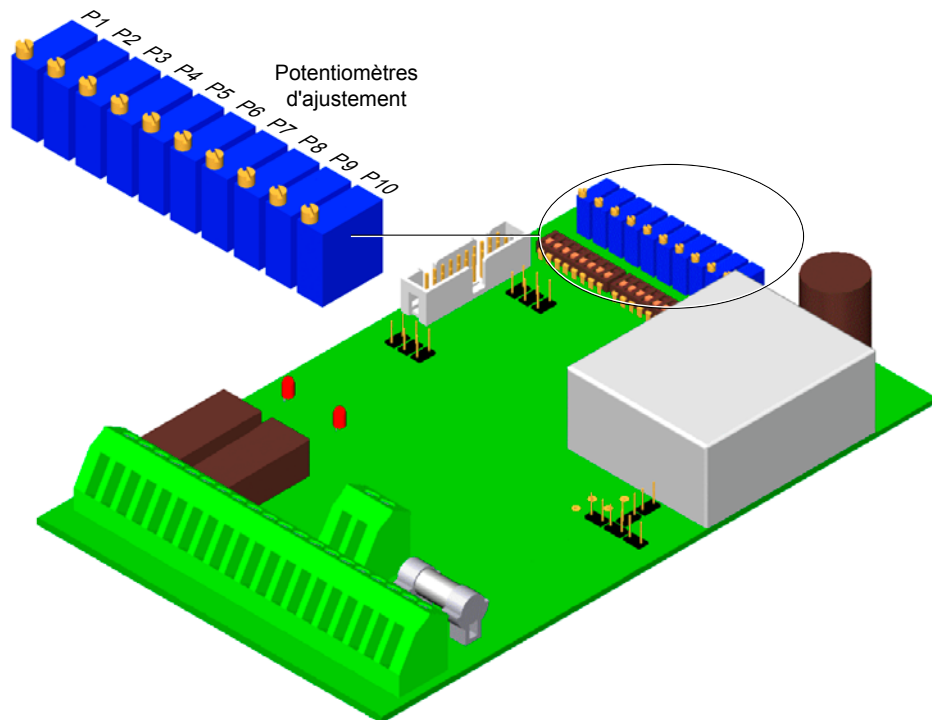

Figure 3–1 Emplacement des potentiomètres sur la carte
- Le micro-interrupteur SWB7, visible à la *figure 3–2*, doit être sur la position OFF.
2. Ajuster les potentiomètres P6, puis P7, pour obtenir $0\text{ V} \pm 10\text{ mV}$ sur le millivoltmètre. La *figure 3–1* montre où se trouvent les potentiomètres P1 à P10.